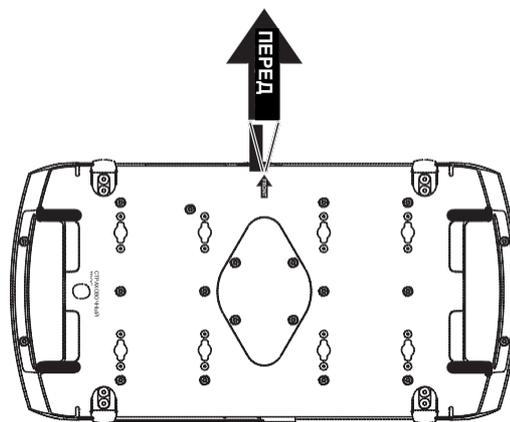

Рисунок 5: Передняя часть устройства
4. Перекрыть проход под рабочей зоной. См. рисунок 5. Обратите внимание на положение стрелки, отмеченной **FRONT (ПЕРЕДНЯЯ ЧАСТЬ)**, в нижней части основания. Работы выполнять на устойчивой платформе. Подвесить устройство на ферме, так чтобы стрелка с отметкой FRONT смотрела в направлении участка, который необходимо осветить. Затянуть монтажные скобы.